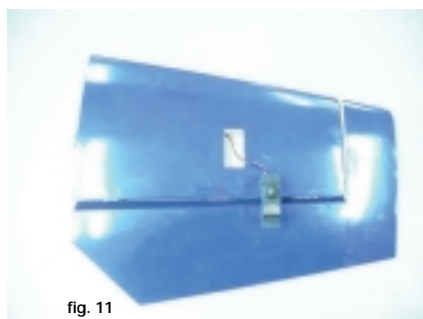

fig. 11
Cut out the covering of the servo tray and install the servo, see fig. 11.
*Snij de folie weg waar de servo moet komen en installeer de servo, zie fig. 11.
Découpez l'entoilage sur le stabilisateur à l'endroit du servo, voir fig. 11.